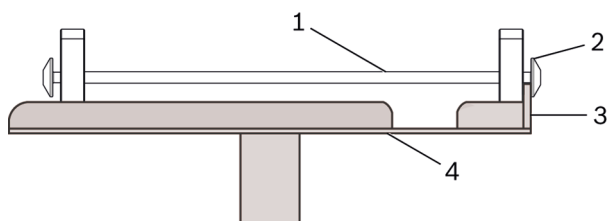

Figura 2: Suporte na placa universal
3. Coloque o suporte na placa universal do macaco de motor e caixa de transmissão. Certifique-se de que as pegas do casquilho de segurança ficam encaixadas atrás da extremidade dianteira da placa universal conforme mostrado (consulte a figura 2).
- Coloque e fixe o suporte exatamente conforme mostrado no ponto 3 e na figura 2.